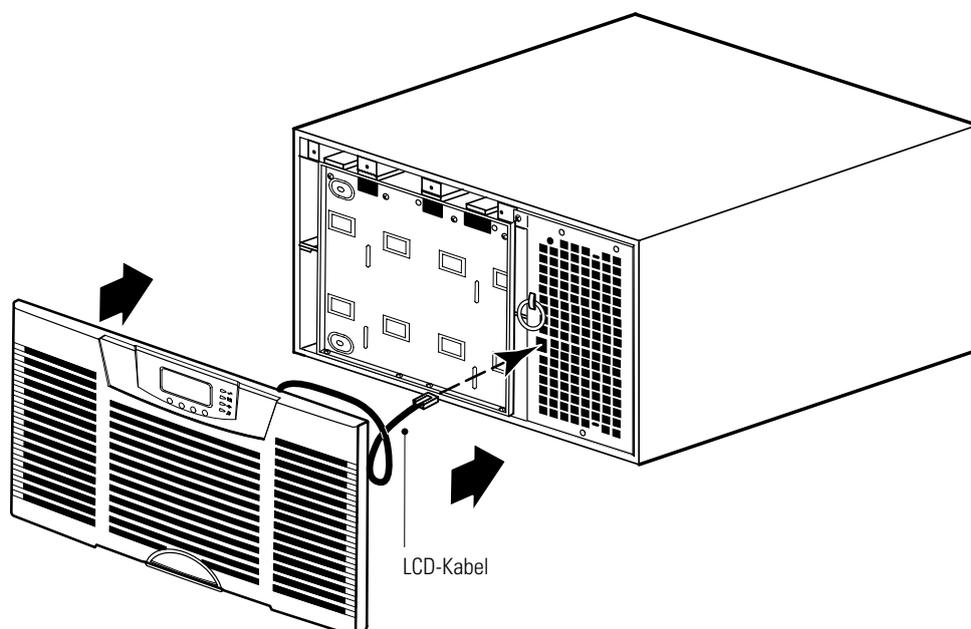

Abbildung 57. Anbringen der USV-Frontklappe
7. Die Frontplatte der USV wieder anbringen (siehe Abbildung 57).